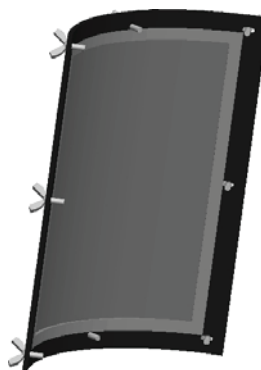

Figure 76
6. Vérifier si le joint d'étanchéité en céramique (blanc) et le joint d'étanchéité en silicone (gris) qui sont collés sur l'intérieur de la porte intérieure ont des dommages **(Voir figure 76).**